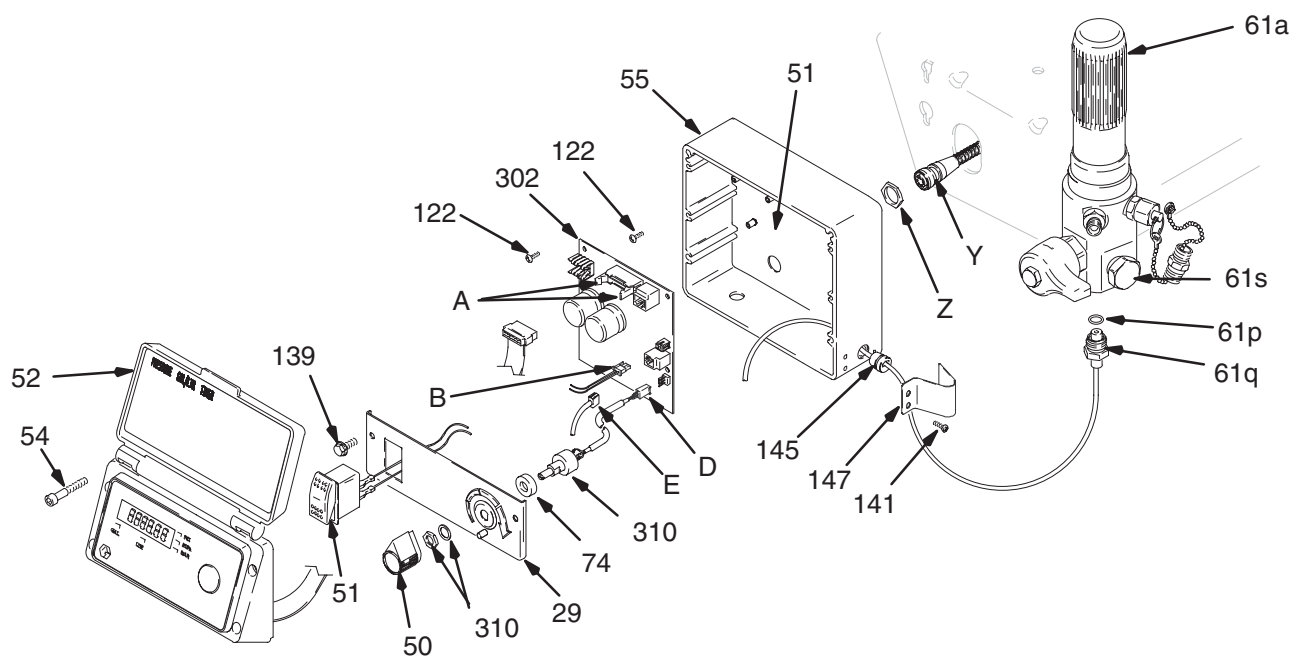

Fig. 16
2. Fig. 16. Enlever les quatre vis (54) et le couvercle afficheur (52).
3. Ouvrir les pattes du connecteur (A) sur la carte PC et sortir le connecteur de l'afficheur.
4. Débrancher le connecteur du bouton MARCHE/ARRÊT (B) de la carte PC.
5. Appuyer sur les deux ergots de chaque côté de l'interrupteur MARCHE/ARRÊT (51) et le démonter.
- Fig. 16. Retirer les quatre vis (54) et le couvercle afficheur (52). Ouvrir les pattes du connecteur sur la carte PC et sortir le connecteur de l'afficheur.
- Retirer les 2 vis (139).
- Fil (D) du potentiomètre.
- Fil (E) du capteur.
- Fil (B) du connecteur du bouton marche/arrêt.
- Fig. 16. Retirer les cinq vis (122) de la carte de commande et la vis du fil de terre (122).
- Retirer le connecteur (Y) à l'arrière de la régulation de pression. Enlever l'écrou (Z) et la carte de commande (302).
- Fig. 16. Installer la carte de commande (302) et l'écrou (Z). Placer le connecteur (Y) à l'arrière de la régulation de pression.
- Remettre le fil de terre et la carte de commande (302) en place et les fixer avec les six vis (122).
- Brancher le connecteur du bouton MARCHÉ/ARRÊT (B).
- Fil (E) vers capteur.
- Fil (D) vers potentiomètre.
- Fig. 16. Presser le connecteur de l'afficheur sur la carte PC, refermer les pattes (A) du connecteur de l'afficheur sur la carte PC. Fixer le couvercle afficheur (52) avec quatre vis (54).
- Fig. 16. Enlever les quatre vis (54) et le couvercle (52).
- Débrancher le fil (E) de la platine de commande (302).
- Retirer les deux vis (141) et la protection (147). Tirer le connecteur du capteur avec précaution en le faisant passer à travers le passe-fil en caoutchouc (145).
- Fig. 16. Remettre le joint torique (61p) et le capteur de pression (61q) dans le corps de filtre (61e). Serrer à 40–47 N.m.
- Enfiler le connecteur du capteur dans le passe-fil en caoutchouc (145). Remonter la protection filtre (147) en la fixant avec deux vis (141).
- Brancher le fil (E) sur la carte de commande du moteur (302).
- Fixer le capot (52) à l'aide des quatre vis (54).
- Fig. 16. Enlever les quatre vis (54), le couvercle (52) et les deux vis (139).
- Débrancher le fil (D) de la platine de commande (302).
- Desserrer les vis de réglage sur le bouton du potentiomètre (50) et démonter le bouton, l'écrou d'arbre, la rondelle (310) et le potentiomètre de réglage de pression (310).
- Enlever l'entretoise (74) du potentiomètre (310).
- Remettre l'entretoise (74) sur le potentiomètre (310).
- Fig. 16. Monter le potentiomètre de réglage de pression (310), l'écrou d'arbre, la rondelle (310) et le bouton du potentiomètre (50).